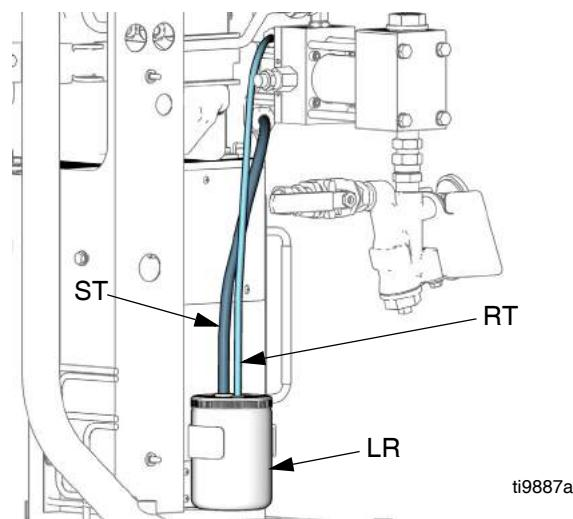

FIG. 15. Système de pompe de graissage
2. Soulevez le réservoir de lubrifiant (LR) hors de son support (RB) et éloignez le réservoir du capuchon. Tout en maintenant le chapeau au-dessus d'un réservoir adapté, retirez le clapet anti-retour et laissez le lubrifiant couler. Rattachez le clapet anti-retour sur le flexible d'entrée. Consultez la FIG. 15.
6. Introduire le tuyau d'alimentation (ST) avec le diamètre le plus grand sur 1/3 environ dans le réservoir.
7. Introduire le plus petit diamètre du tuyau de retour (RT) dans le réservoir jusqu'à ce qu'il atteigne le fond.